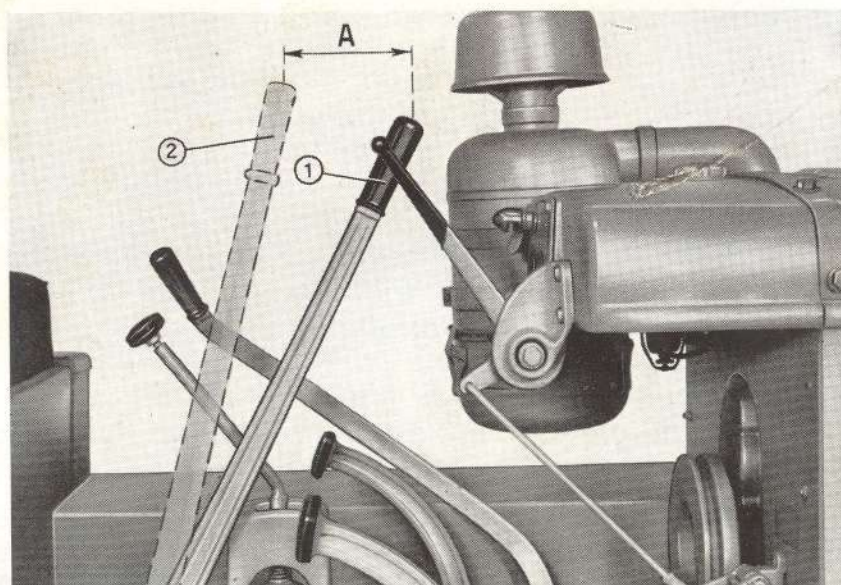

Fig. 73. - Position des leviers de commande des embrayages de direction.
**Toutes les 240 heures de travail:** s'assurer que la course à vide du levier à main (A, fig. 73), ne soit pas inférieure à 75 mm, valeur minima admise, au-dessous de laquelle on ne doit pas descendre. Pour ramener la course à vide des leviers à sa valeur initiale (environ 120 mm), effectuer les opérations suivantes sur chaque embrayage (fig. 74):